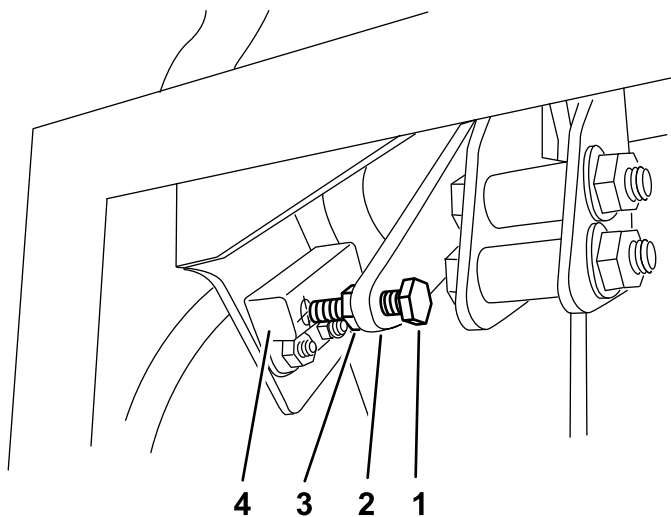

Figure 22
10. Réglez le boulon de sorte à obtenir un espace de 0.5 mm entre le contacteur de proximité et le boulon (Figure 22).